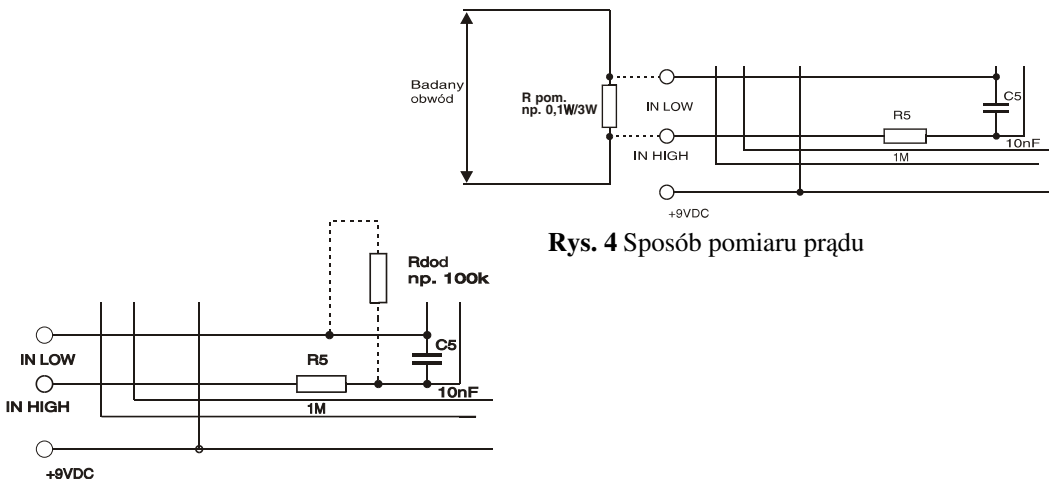

Rys. 2 Rozmieszczenie elementów na płytce drukowanej
Mozaika ścieżek płytki drukowanej i rozmieszczenie na niej elementów pokazane zostało na rys. 2. Montaż układu rozpoczniemy od wlotowania podstawki pod U1. W kicie znajduje się jeszcze jedna podstawka 40-nóżkowa. Tą podstawkę należy przerobić, tak aby pozostały jedynie dwa rzędy z otworami na nóżki wyświetlacza. Operację na podstawie najlepiej wykonać za pomocą brzeszczota od piłki do metalu, zachowując dużą ostrożność (podstawka łatwo pęka). Ewentualne nierówności należy wygładzić pilnikiem. Uzyskane dwa elementy wlotowujemy w oznaczone miejsca i dopiero teraz montujemy pozostałe elementy. Należy je pracowicie „upchać” wewnątrz podstawki pod układ scalony i na przestrzeni pomiędzy tą podstawką i dwoma złączami do zamocowania wyświetlacza. Przy odrobinie zręczności operacja ta powinna nam się udać, a zawsze pozostaje możliwość zamocowania niektórych elementów od strony druku. Po wlotowaniu wszystkich elementów wkładamy układ scalony
- 17 połączyć przewodem punkt DP na PCB z odpowiednim punktem zasilającym kropki (patrz rys.2)